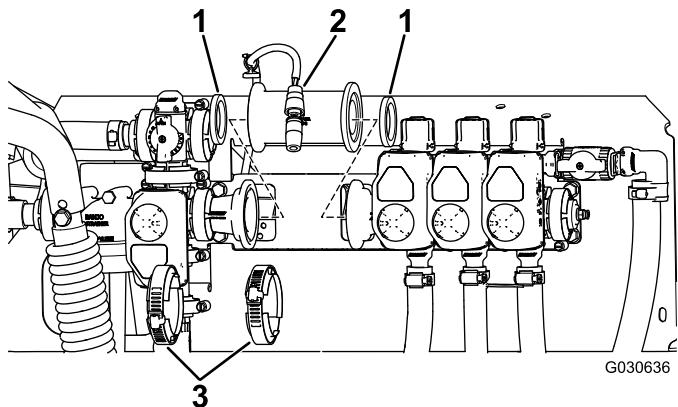

Bild 6
- Bauen Sie den Durchflussmesser zwischen dem KZ- und dem Auslegerventil so ein, dass der Flussrichtungspfeil zu den drei Auslegerventilen zeigt (Bild 6).
- A. Setzen Sie die vorhandene Dichtung in die Seite des Durchflussmessers ein, die an das KZ-Ventil angeschlossen wird (Bild 6).